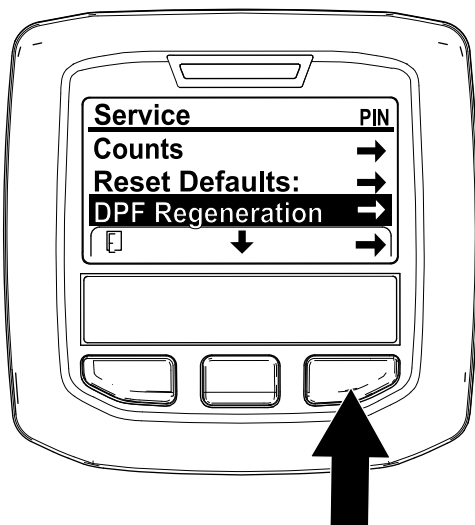

Figura 32
1. Acceda al menú Service (Servicio), pulse el botón central para desplazarse hacia abajo, hasta la opción DPF REGENERATION (Regeneración de DPF) (Figura 32).
2. Pulse el botón derecho para seleccionar la opción DPF Regeneration (Regeneración de DPF) (Figura 32).